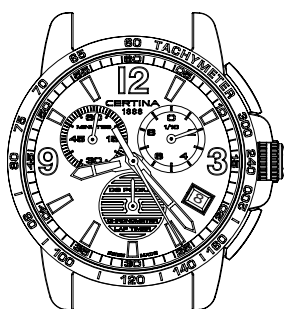

Fig. 3
**Lectura del último tiempo (según la fig. 3)**